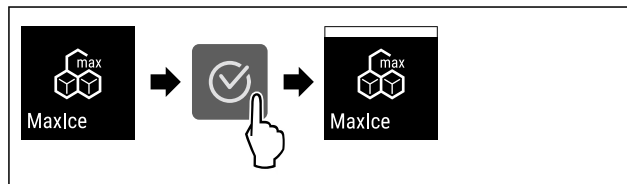

Fig. 19
- ▶ Provedte akční kroky (viz Fig. 19) .